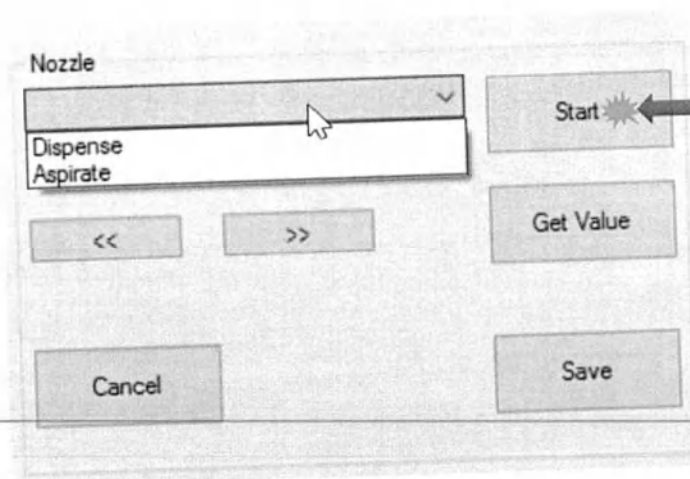

Рисунок 41
9.5.5.2 Щелкните раскрывающееся меню в области «Сопло / Nozzle», и отобразятся списки калибровок [Рисунок 41].
9.5.5.4 Если нажмете кнопку «Пуск / Start» [Рисунок 41], появится сообщение, показанное ниже [Рисунок 42].